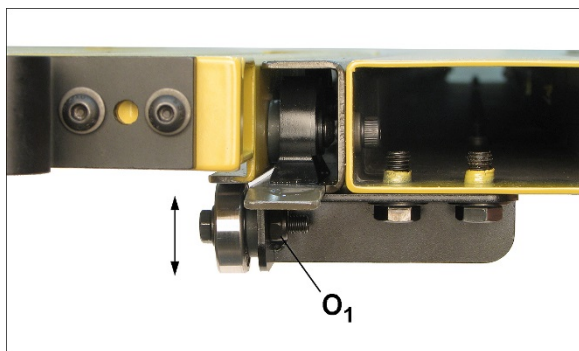

Рисунок 7-19
14. Проверьте положение по высоте горизонтального кронштейна с подшипником (рисунок 7-19). Чтобы отрегулировать его положение, ослабьте гайку (O1) и поднимите или опустите подшипник так, чтобы он слегка касался нижней поверхности стола. Затяните гайку.